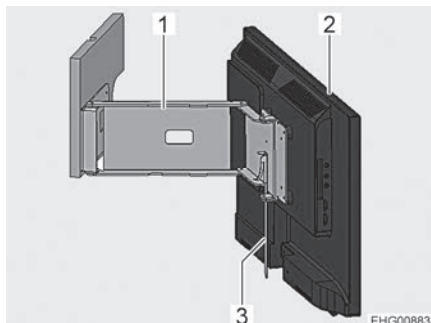

Bild 70 Platt bildskärm på ledad arm
- Flytta spaken (Bild 70,3). Den ledade armen (Bild 70,1) är upplåst.
- Sväng den platta bildskärmen (Bild 70,2) till önskat läge.